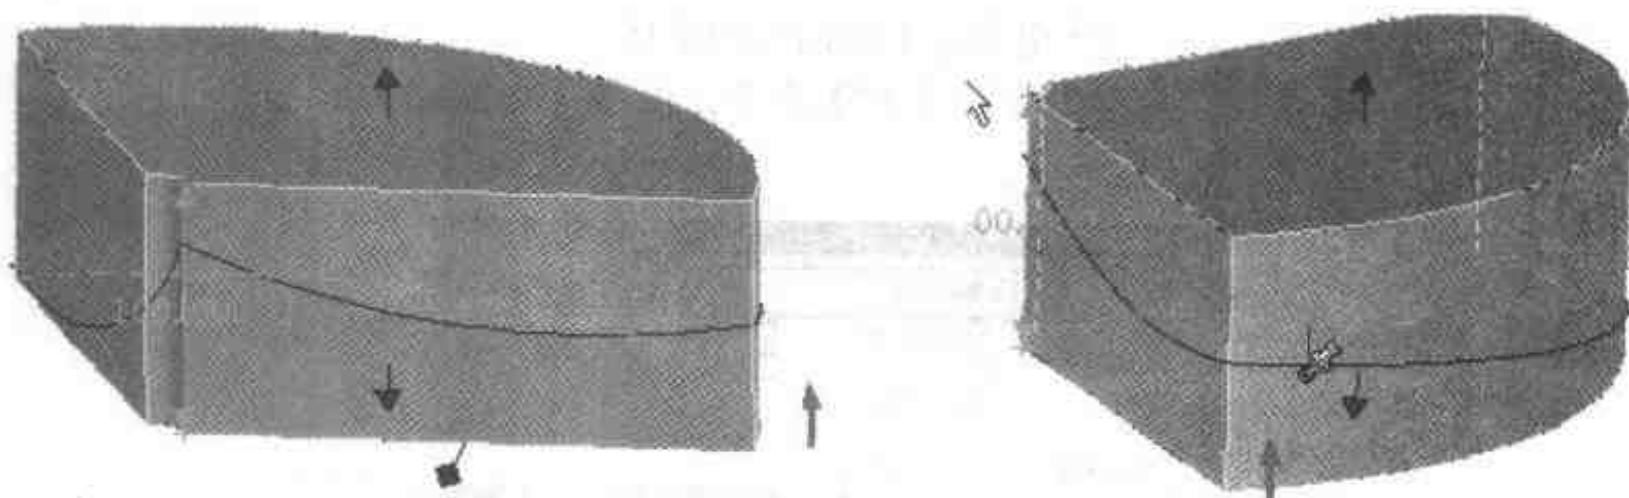

图 2.120 相嵌有曲面的曲面轮廓造型体
- (6) 单击【完成造型】按钮, 生成拉伸造型, 右击造型拉伸方向的手柄, 编辑距离使造型体完全包容了主曲面, 如图 2.120 左图所示。